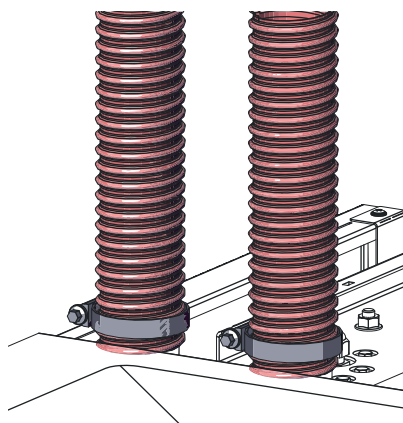

Fig. 111 Montaggio dei tubi flessibili di alimentazione e dell'aria di recupero
- ▶ Inserire le fascette sui tubi flessibili e collegare – Fig. 111.